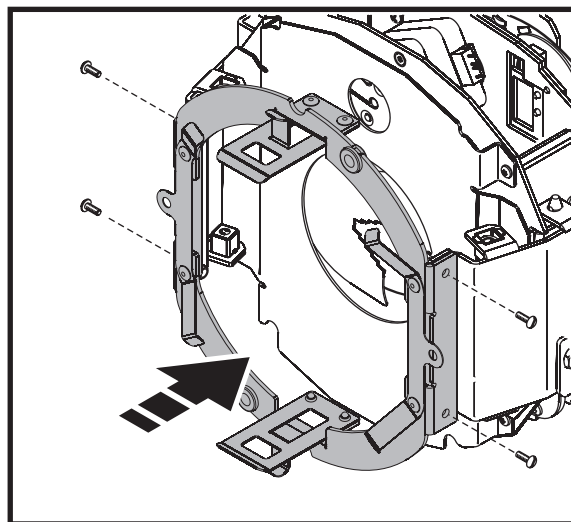

Figure 3
5. Voir Figure 3. Montez le nouveau support de lentille (P/N 62420240) fourni dans le kit avec 4 vis M4 X 12 Torx 20 (P/N 08070710) également fournies dans le kit. Appliquez une petite quantité de bloque filet Loctite avant de serrer les vis.